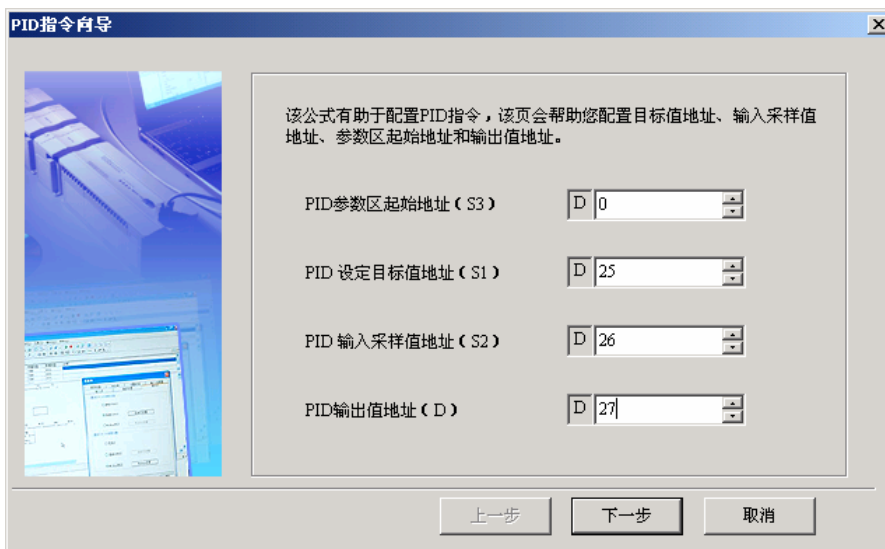

图6-18 PID 指令参数设置对话框
2. 选择指令向导的类型, 单击下一步, 出现图 6-18 所示对话框。输入相关参数。